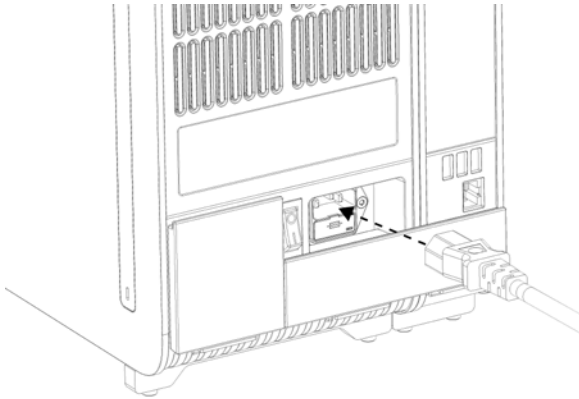

Abbildung 20: Anschließen des Netzkabels
8. Schließen Sie das mit dem QIAstat-Dx Analyzer 1.0 mitgelieferte Netzkabel an der Rückseite des ursprünglichen Analysemoduls an (Abbildung 20).